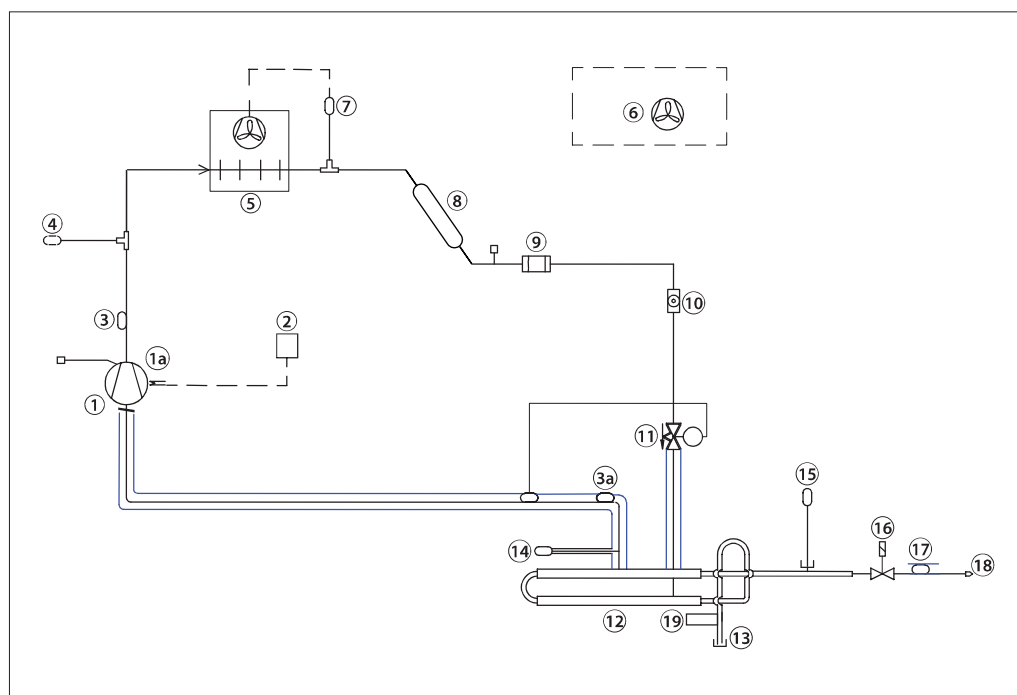

Abb. 1 – Entlüfter R290 – Aufbau
** Siehe Abb. 1 und Abb. 10a
Der Entlüfter benötigt lediglich einen mechanischen Anschluss (siehe Abb. 1). Die Ammoniak-/NC-Gase fließen von der Hauptanlage durch den Flansch für Ammoniak (siehe 13 in der nachstehenden Abb. 1), während das NC-Gas durch das dem Entlüftungs-Restriktor (18) nachgelagerte Ausblasrohr abgegeben wird.